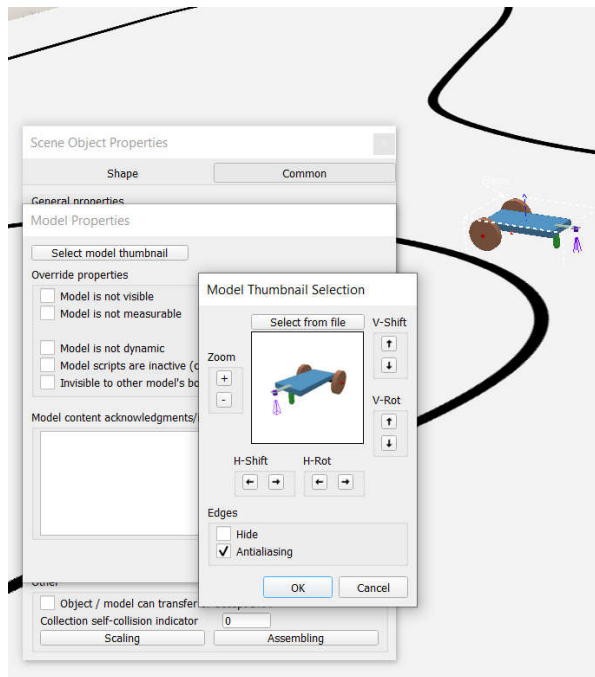

Рис. 4. Эскиз модели разработанного трехопорного робота
15. Для организации набора объектов трехопорного робота в виде автономной модели выберите корневой элемент «*Base*», откройте диалоговое окно его свойств и на закладке «*Common*» в группе «*Model definition*» (Определение модели) пометьте флажок «*Object is model base*» (Объект является модельной базой). Затем нажмите кнопку «*Edit model properties*». В появившемся диалоговом окне «*Model properties*» (Свойства модели) никакие флажки устанавливать не требуется, но следует нажать кнопку «*Select model thumbnail*» (Выберите миниатюру модели). В окне «*Model thumbnail image*» (Миниатюрное изображение модели) нажмите кнопку «*No*» и с помощью кнопок вращения и сдвига в окне «*Model thumbnail selection*» (Выбор эскиза модели) отрегулируйте вид пиктограммы созданного мобильного робота, которой он будет представлен в библиотеке моделей среды CoppeliaSim (рис. 4). Нажмите кнопку «*Ok*». Закройте диалог «*Model thumbnail selection*» кнопкой «*Close*» и окно свойств объекта «*Base*».